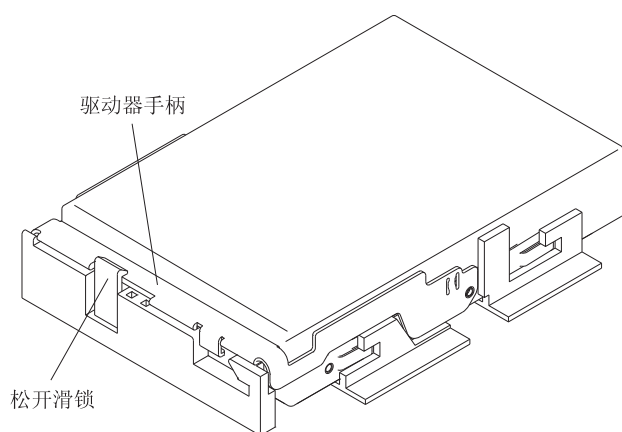

图 73. 将驱动器锁定到位
- c. 竖直放下驱动器；然后向下旋转驱动器手柄，直至驱动器在驱动器释放杆下方咬合到位。请参阅图 73。